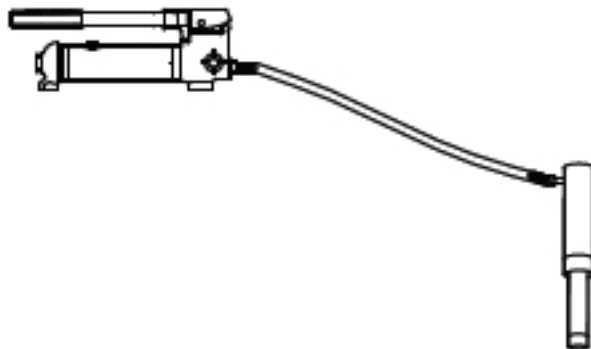

Figure 4 : Position de la pompe et du vérin pour la purge de l'air.
1. Purge de l'air du vérin : Placez la pompe à une position plus élevée que le tuyau et le vérin comme illustré à la figure 4. L'objectif de cette procédure est d'envoyer les bulles d'air à la pompe et de les ramener ensuite au réservoir de la pompe. Fermez la valve et faites sortir le piston aussi loin que possible. Ouvrez la valve complètement pour permettre à l'huile et à l'air de retourner au réservoir. Répétez cette procédure deux ou trois fois permettra de purger l'air du vérin.